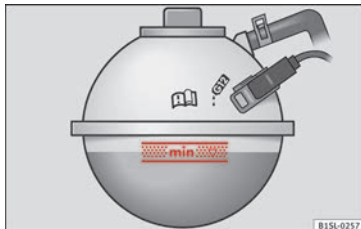

Fig. 170 Dans le compartiment moteur : repère sur le vase d'expansion du liquide de refroidissement.
- Avec le moteur froid, vérifiez le niveau du liquide de refroidissement à l'aide du repère latéral du vase d'expansion » fig. 170.
- Le niveau de liquide de refroidissement doit se trouver dans les limites repérées sur le vase d'expansion » fig. 170. **Ne dépassez pas le bord supérieur de la zone indiquée ».**
- Ajoutez du liquide de refroidissement seulement jusqu'au bord supérieur de la zone indiquée » fig. 170. Sinon, en cas de réchauffement, le surplus de liquide de refroidissement sera refoulé hors du circuit de refroidissement et provoquera des dommages.